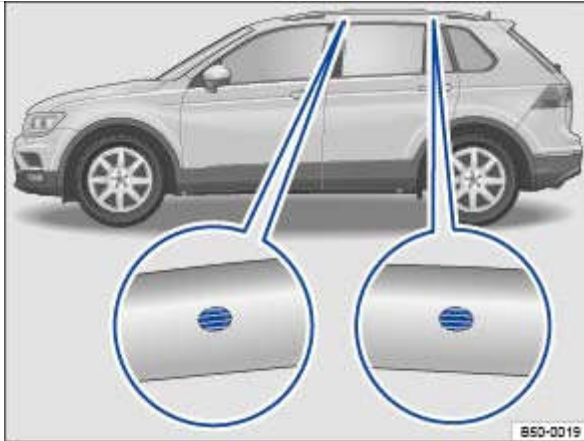

Fig. 120 Véhicules avec barres de toit : points de fixation pour galerie porte-bagages
Les alésages de fixation se trouvent sur la face intérieure des barres de toit → Fig. 120 (agrandissement).
- Fixez les supports de base uniquement sur les repères indiqués sur la figure → Fig. 120 .